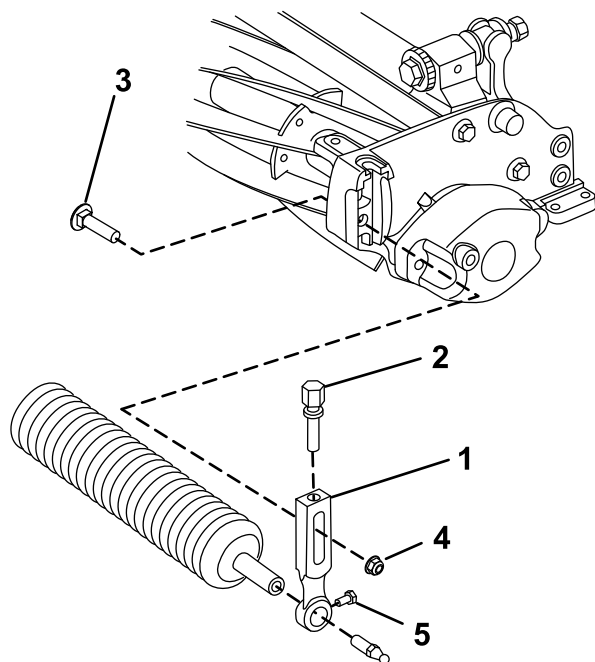

Bild 3
1. Entfernen Sie die Befestigungsschraube und Sicherungsbundmutter, mit denen einer der Schnitthöhenarme an der Seitenplatte an der Schneideinheit befestigt ist (Bild 3).